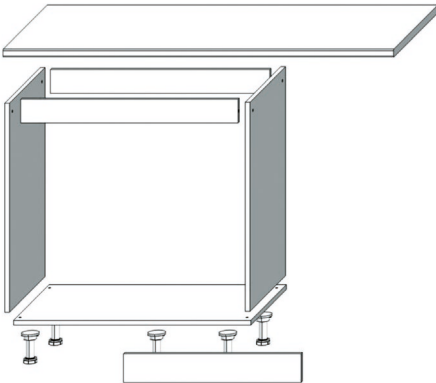

Рисунок 1. Сборка каркаса
1. Соберите каркас шкафа через проделанные отверстия. Установите опоры (рис. 1).